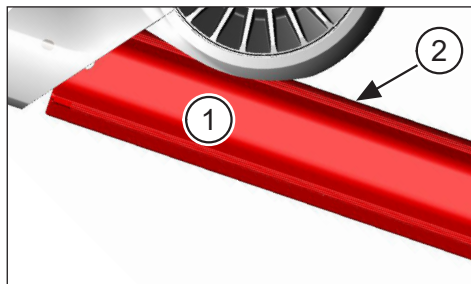

Fig. 14: Orienter la batterie
- ▶ Orientez la batterie Fig. 14) de manière à ce que la rainure (pos. 2 dans Fig. 14) dans la batterie suive le rail de guidage dans le tube inférieur.